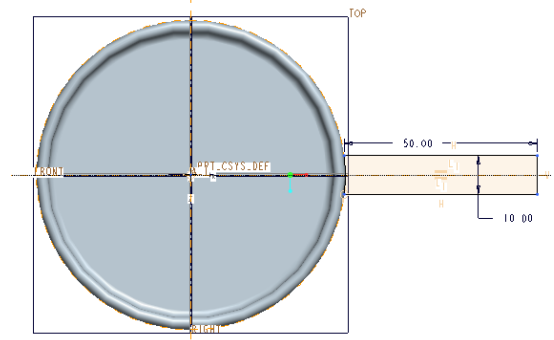

図 3-67 ハンドルのスケッチ
- ハンドルのスケッチは、拘束ツール「一致」 を使用してハンドルとカップの側面を一致させることに注意しながら、カップの右側面に図 3-67 のような